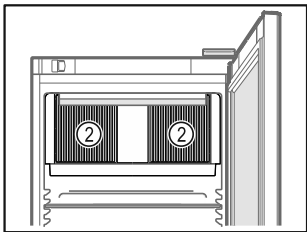

Fig. 50
- ❑ Lüftungsschlitze Fig. 50 (2) des Umluftgebläses im Innenraum freihalten.